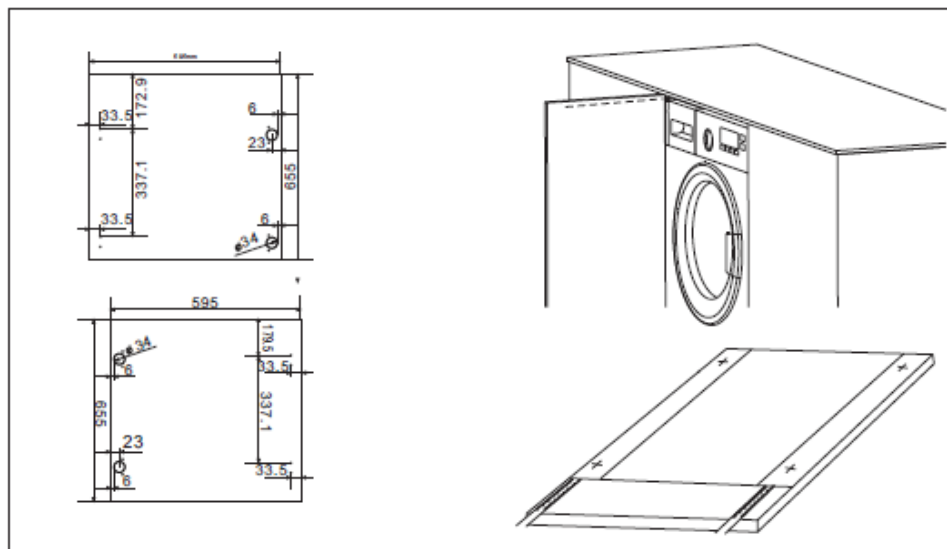

Abb.2
2. Legen Sie die Papierschablone auf die Tür. (Abb.2).